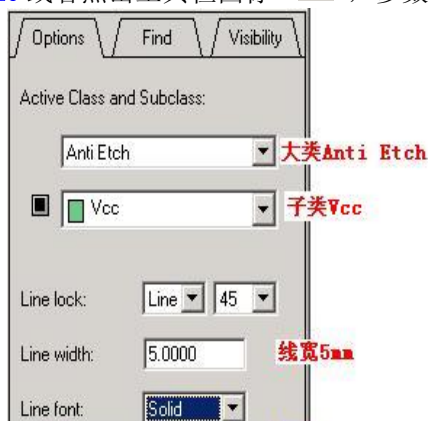

图 3.20 划分 VCC 区线的参数设置窗口
7. 选择命令 **Add=>Line** 或者点击工具栏图标 “”，参数参照下图 3.20 进行设置